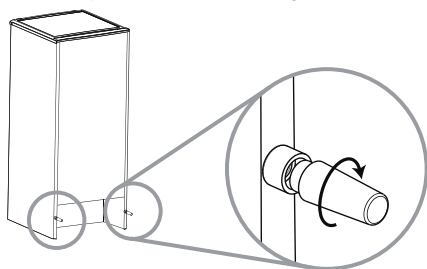

Fig.2
**2** Indien aanwezig, installeert de wand spacer in een centrale positie aan de achterzijde van het apparaat. (fig. 2)